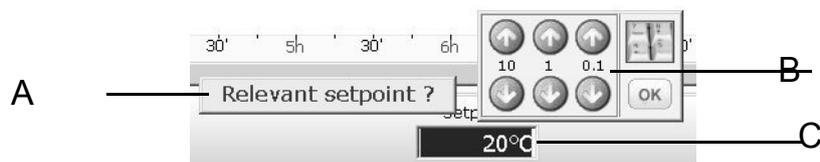

Рисунок. 6-4
- Введите номинальное значение с помощью поля ввода → Рисунок. 6-4, Позиция В (Стр. 45).